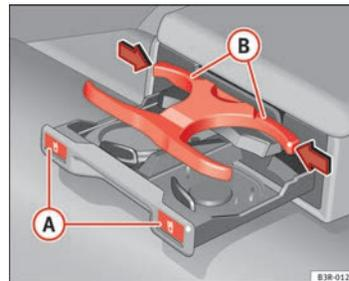

Abb. 119 Getränkehalter in der Armlehne hinten
- Drücken Sie auf das Symbol   ⇒ Abb. 119.